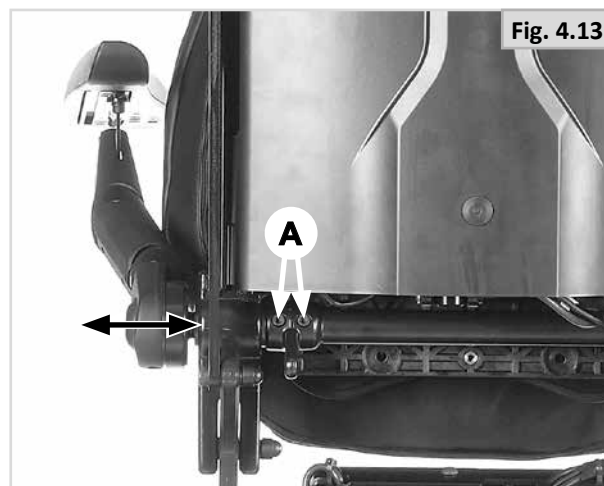

Fig. 4.13
- Afloje los cuatro tornillos (con una llave Allen de 5,0 mm) ubicados en el tubo transversal, tal como se muestra en la (Fig. 4.13 - A).